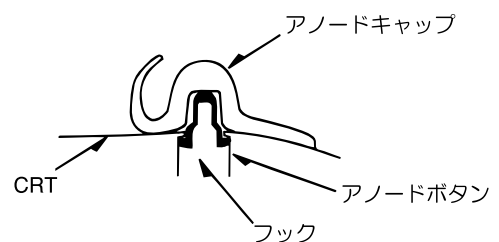

Fig. 2-2
- (2) 導通を確認するため、⊖ドライバーの先端部分とテレビのGND側をテスターで確認する。
- (3) ⊖ドライバーの先端をフックに接触させる。
- (4) アノードキャップをめくる。(Fig. 2-2参照)